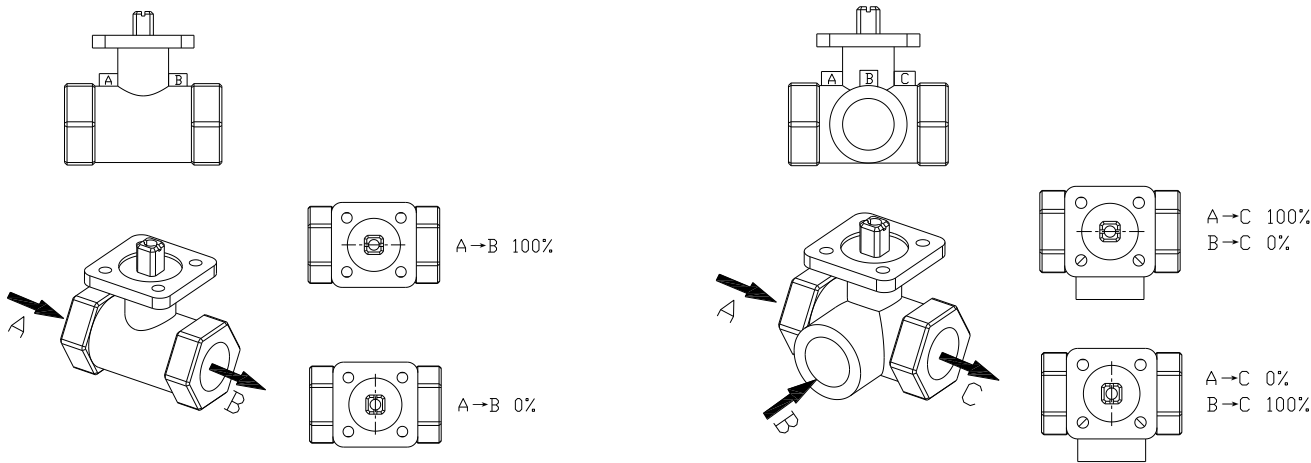

图 3
- 3. 如图 3 所示，二通阀体介质流向为 A→B，三通阀体流向为 A/B→C，安装时应注意介质流向，确保阀门正常工作。